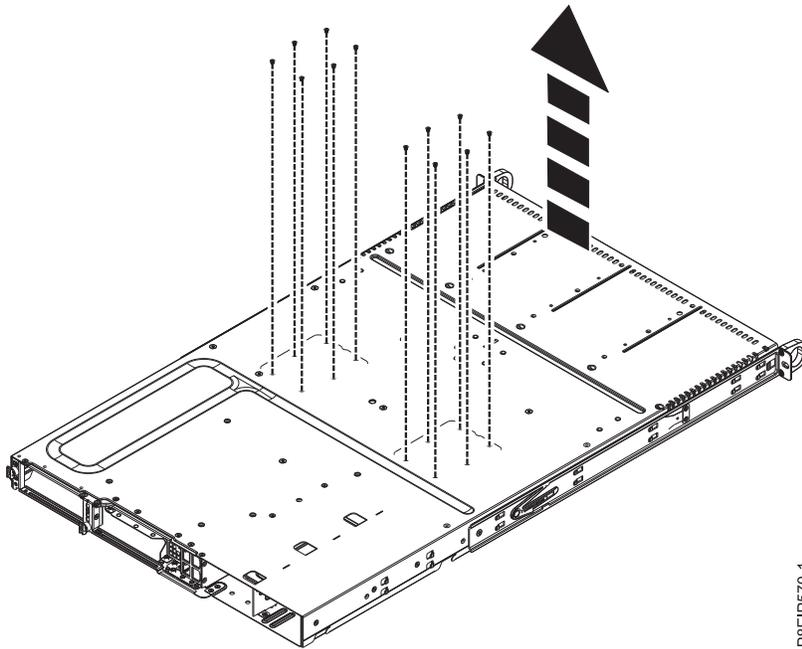

Figura 30. Parafusos do soquete do processador na parte inferior do chassi
- b. Remova os 12 parafusos da parte inferior. Os locais dos parafusos são mostrados na Figura 30 na página 33.